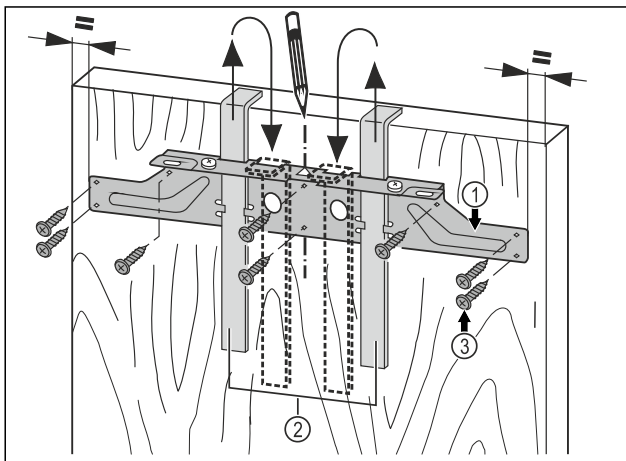

Fig. 19
- Pritrdilni prečnik Fig. 19 (1) z montažnim pripomočkom Fig. 19 (2) obesite na notranjo stran vrat pohištva.
- Pritrdilni prečnik Fig. 19 (1) naravnajte na sredino vrat.
- Pritrdilno prečko Fig. 19 (1) dobro privijte s pomočjo najmanj 6 vijakov Fig. 19 (3).
- Pritrdilno prečko Fig. 19 (1) s 4 vijaki Fig. 19 (3) dobro privijte na rob.
- Montažne pripomočke Fig. 19 (2) izvlecite navzgor in jih tako obrnjene potisnite v poleg ležeče odprtine.